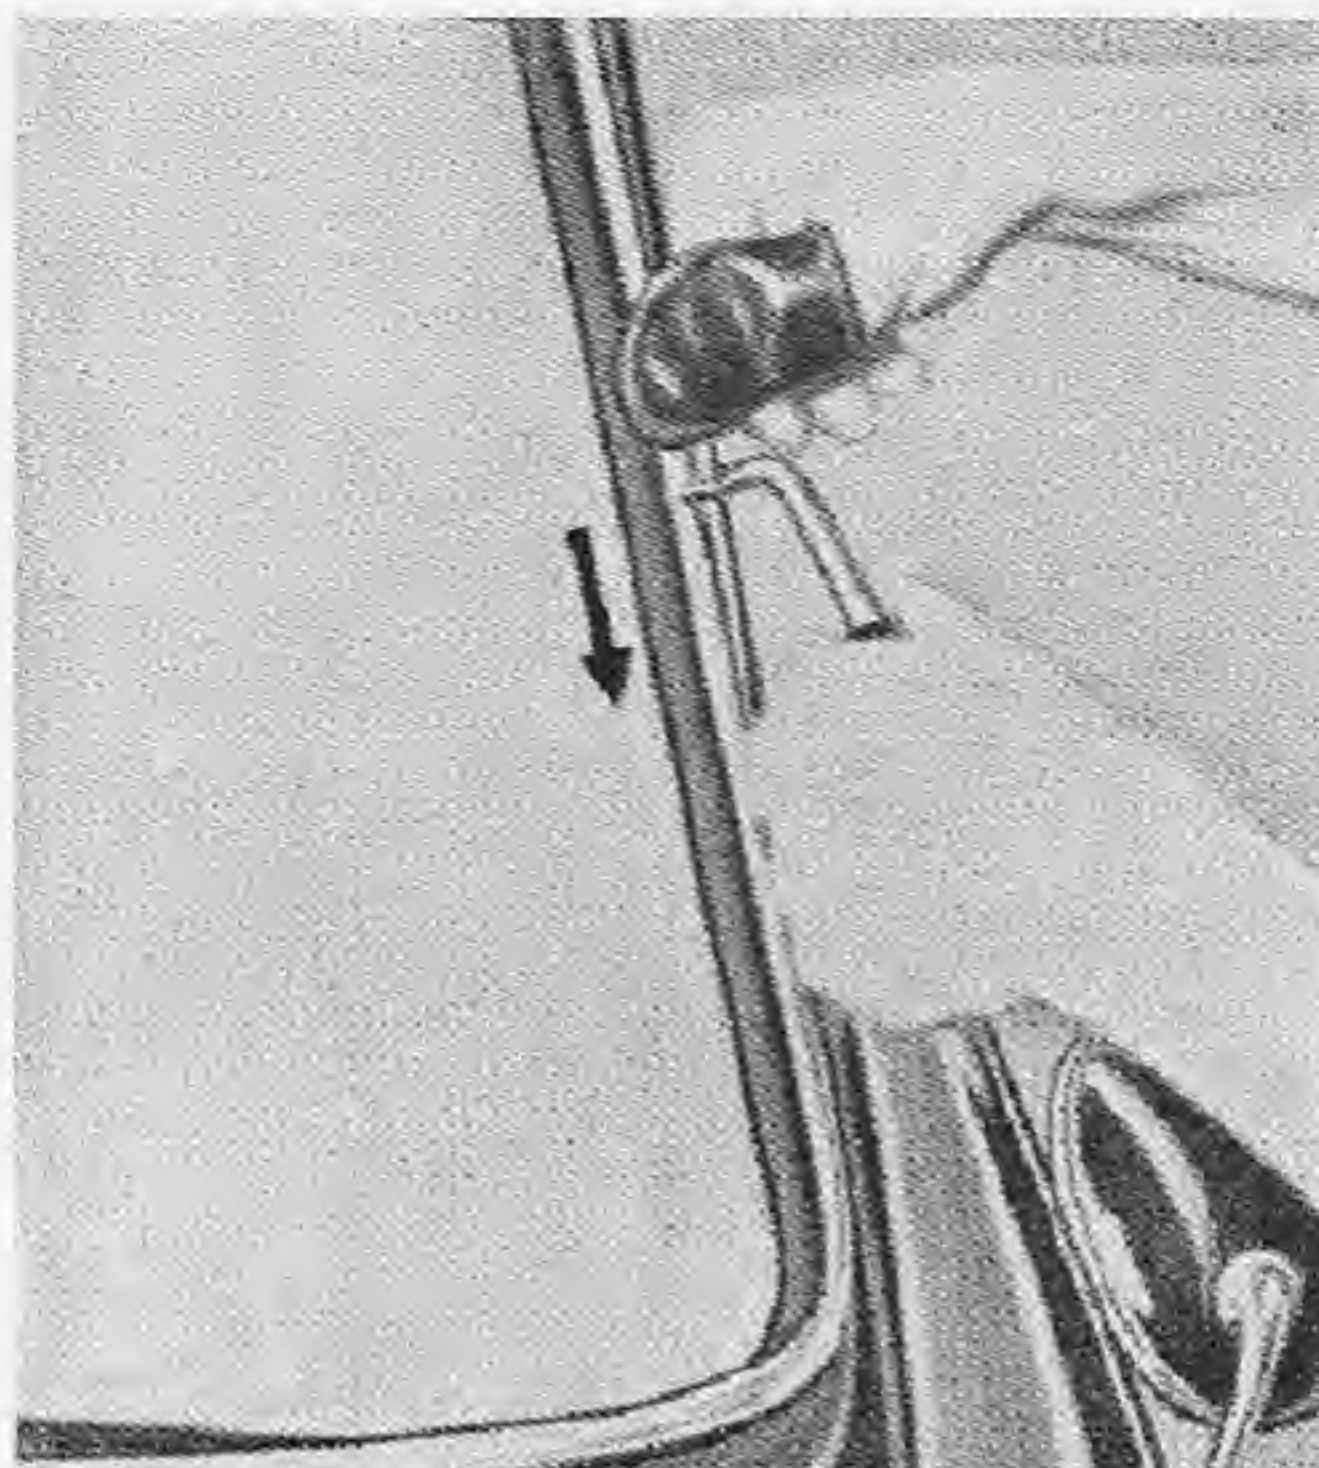

Fig. 244. — Colocación de la moldura metálica en la cara externa del marco de goma.
5. Luego se monta el ornamento metálico externo: determinar el punto medio del borde superior del marco, y a unos 5 cm de dicho punto introducir el extremo de una de las mitades de la moldura. Hacerla deslizar hasta el punto medio y luego introducir el otro extremo en el aro de la herramienta que se ha visto en la figura 239; correr esta última hasta la parte de moldura ya insertada en el marco. Introducir el aro de la herramienta en la ranura del marco y, ejerciendo presión, deslizar la herramienta por la ranura, a lo largo del marco, con lo que la moldura quedará alojada en su lugar (fig. 244).